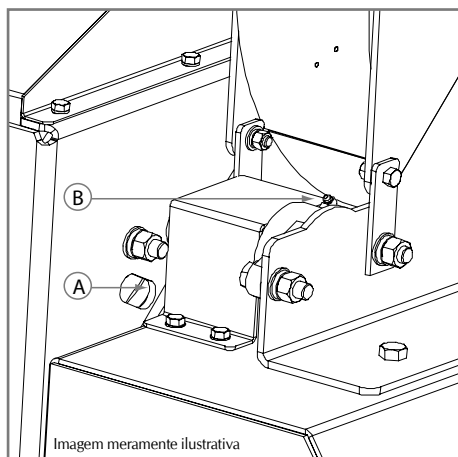

Fig. 1
- ✓ A, B (Fig.1) mancal do eixo de transmissão.